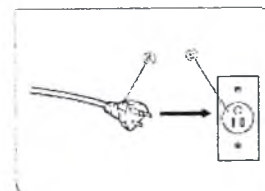

Рис. 6
2) Вставьте вилку (4) в электророзетку (5). (рис.6)